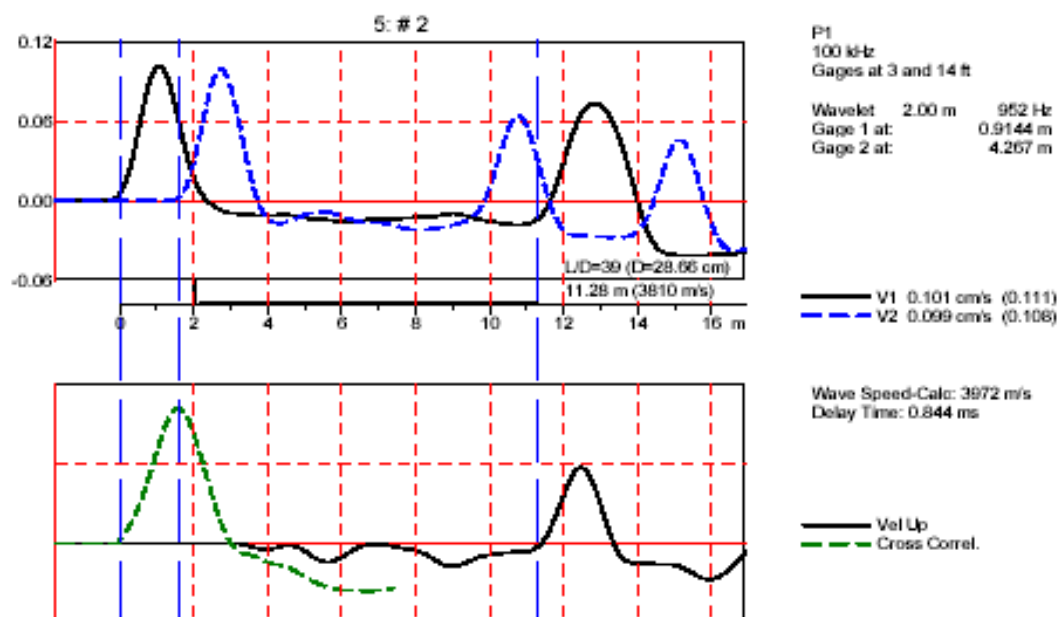
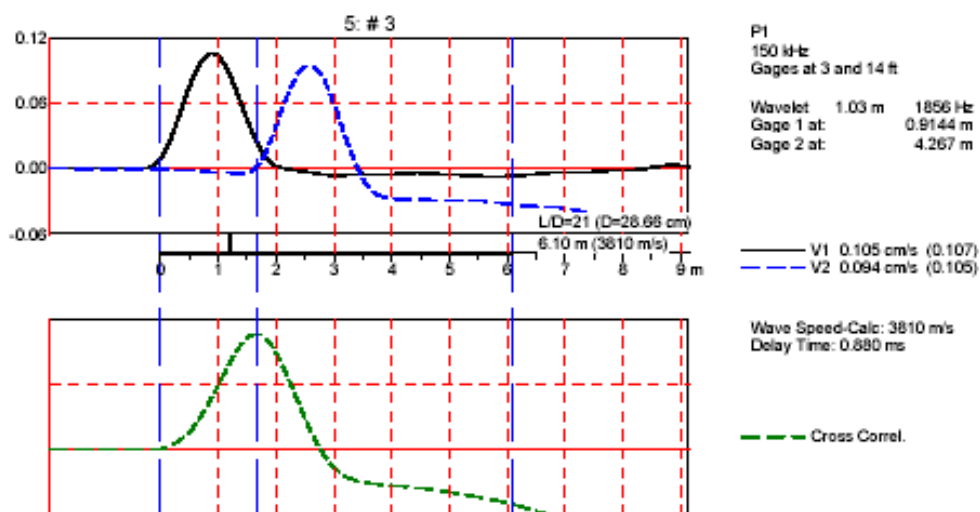

图 23：同时显示上行速度和互相关曲线的双速度曲线图
图 25: 使用互相关曲线 Cross Correlation 确定波速图
- 2) 当选中 **Upward Traveling Velocity** 时，程序将根据上行速度计算并添加显示上行应力波，如图 23 标注为“**Vel Up.**”的曲线。上行应力波是土阻力或桩身阻抗变化引起的反射形成的。
- 3) 选中 **Cross Correlation** 可进行互相关分析，如图 23 标注为“**Cross Correl.**”曲线。本分析可自动计算和显示波速和两传感器间的延迟时间。
在双速度输入窗口中选择 **Without Pile Profile** 和 **Cross Correlation**, 程序自动计算波速和两传感器间的延迟时间, 如图 23 所示。但是我们建议同时使用手动方法来检验所计算的波速。图 25 显示了一个利用高采样频率 (150kHz) 确定波速的例子。注意: 高的采样频率只能反映较短桩长范围应力波的变化, 而不能反映整个桩长的情况。这样实测 A1 到 A2 的速度记录可更准确的计算波速。
入窗口中选择 **Without Pile Profile** 和 **Upward Traveling Velocity**，如图 23 所示。检查并进行必要的参数调整和滤波。